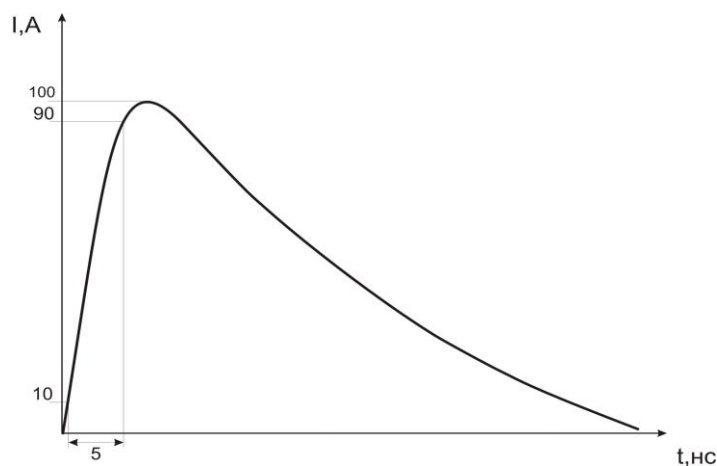

Рис.1 Форма импульса разрядного тока.
- форма импульса разрядного тока см. рис. 1